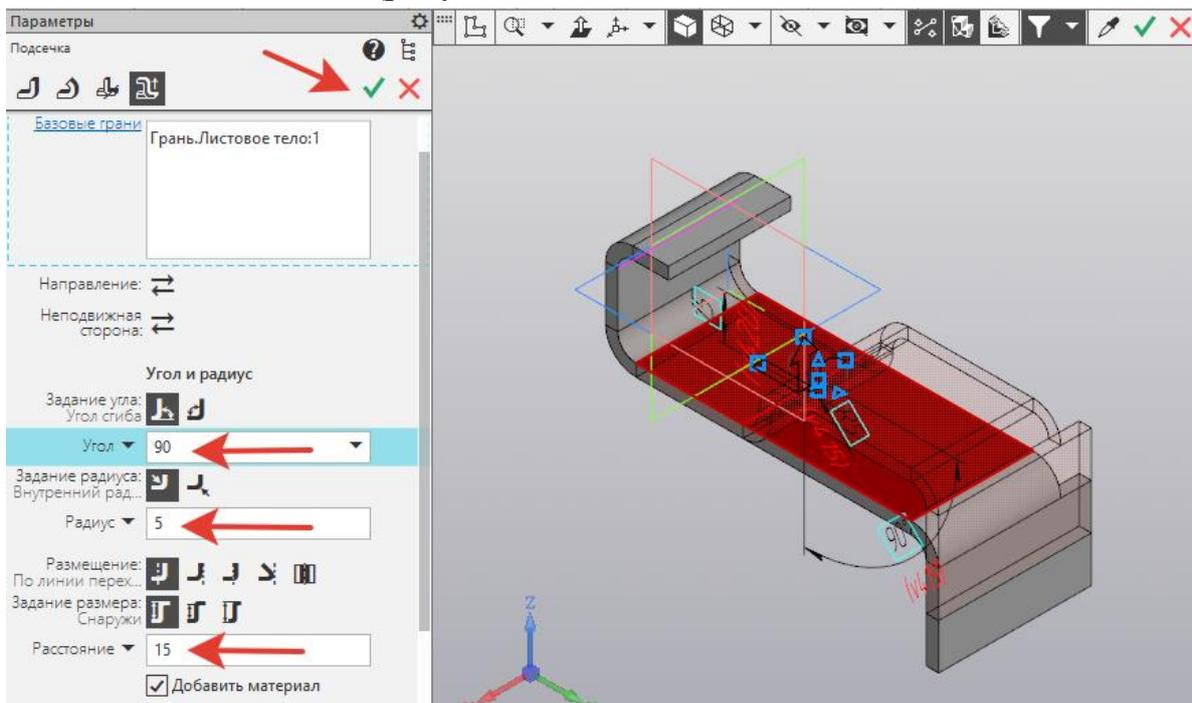

Рисунок 50.
15. В панели *Параметры* задать: *Угол – 90, Радиус – 5, Расстояние – 15*. **Создать объект** (рисунок 50).